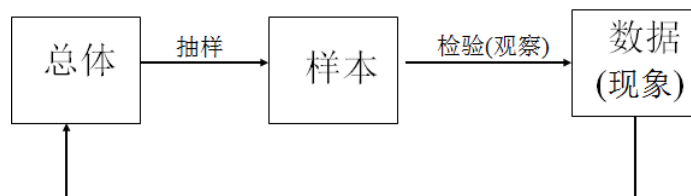

图 2-7 推断性统计技术的方法
(2) 推断型统计技术：主要解决从样本如何推断总体。概率论和数理统计研究的对象大多属于此类。推断型统计的方法如下图 2-7 所示。